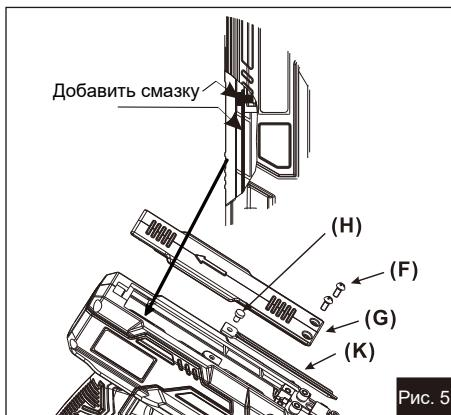

Рис. 5
6. Установите на место приводной диск (K), установите штифт (H) обратно на приводной диск. (Рис. 5)
7. Установите переднюю крышку (G) на корпус инструмента с помощью винтов (F).